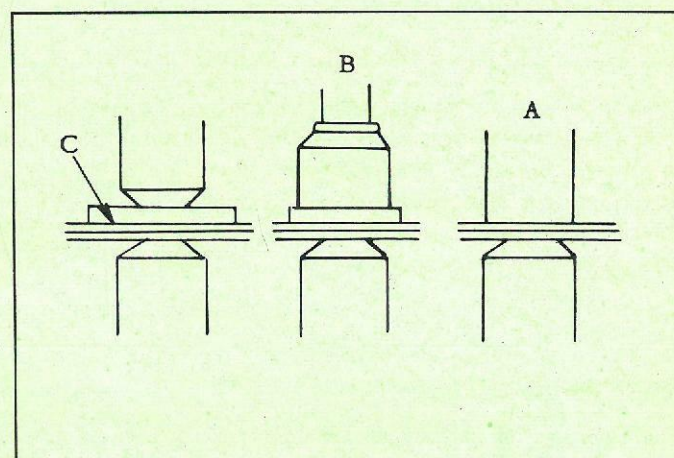

Fig. 2
- l'électrode à rotule (B Fig. 2).
Soit interposer entre la tôle et l'électrode ordinaire une plaquette de cuivre rouge (C Fig. 2).